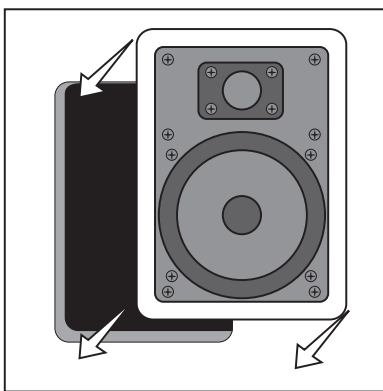
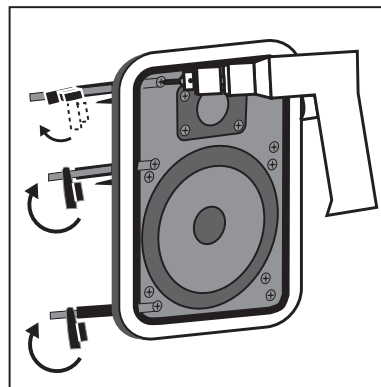

FIGURE 13
FIGURE 14
- Loosen the rotating wall clamps by unscrewing them. Make sure that the rotating wall clamps are flipped inwards so that your speaker fits into your cutout without nicking your wall. Then place the speaker carefully into the cutout [figure 13]. If you have a level, use it to help you correctly align the speaker. Tighten the wall clamp screws with a screwdriver. This will rotate the wall clamps and secure the speaker to the wall. Hint—on the RC55i, RC65i and RC85i models, tighten the center screws before tightening the corners for the most flush fit to your wall. *Do not overtighten the wall clamp screws* [figure 14].
- Desserrez les crampons rotatifs en les dévissant. Assurez-vous que les crampons rotatifs sont dirigés vers l'intérieur de façon à ce que votre haut-parleur puisse pénétrer l'embrasure sans érafler le mur ou le plafond. Placez ensuite délicatement le haut-parleur dans l'embrasure [figure 13]. Alignez correctement le haut-parleur à l'aide d'un niveau. Resserrez les vis des crampons avec un tournevis. Cela fera tourner les crampons et fixera solidement votre haut-parleur au mur ou au plafond. Conseil : pour les modèles RC55i, RC65i et RC85i, resserrez les vis du milieu avant de ressermer les vis des coins — le haut-parleur sera ainsi mieux affleuré. Ne serrez pas trop les vis des crampons [figure 14].